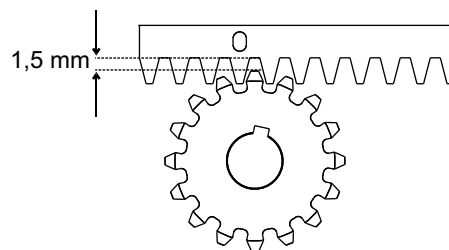

Fig. 10
**5.6.** Toda la cremallera va levantada de 1,5 mm para evitar que el peso de la cancela llegue hasta el piñon (Fig. 10),